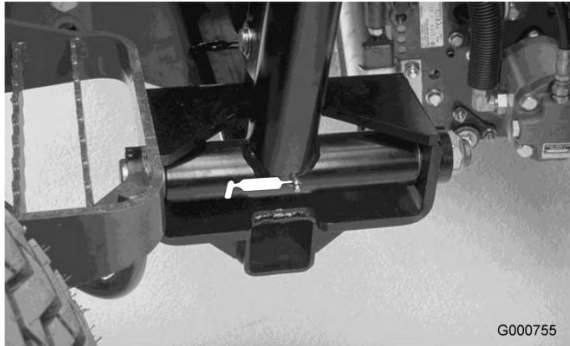

Figura 46
- Perno del braccio di sollevamento (3) (Figura 46)